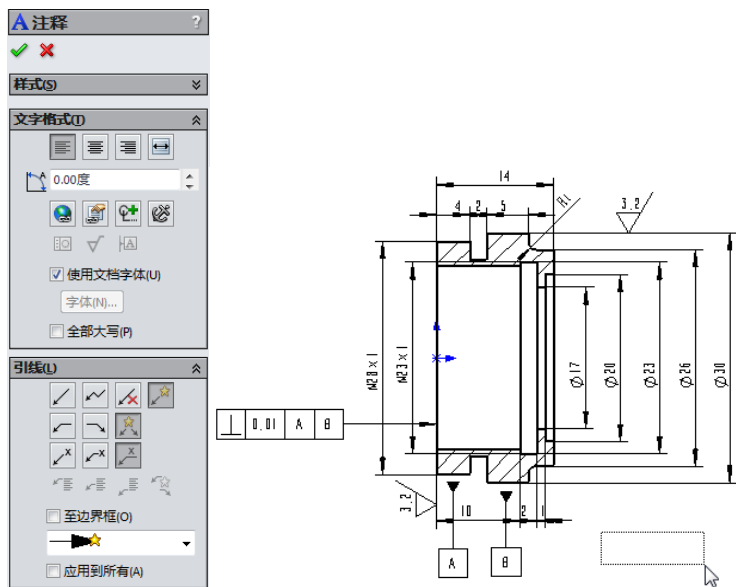

图 8-74 添加注释图示
**02** 设置标注属性。此时系统弹出“注释”属性管理器，单击“引线”设置框中的“无引线”图标按钮，然后在视图中合适位置单击鼠标左键确定添加注释的位置，如图 8-74 所示。